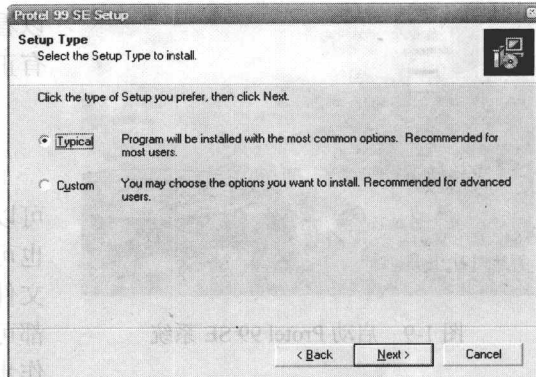

图 1-4 安装类型对话框
④ 系统弹出安装类型对话框，这里有两种选项：Typical（典型安装）、Custom（自定义安装）。一般选择 Typical 安装，如图 1-4 所示。